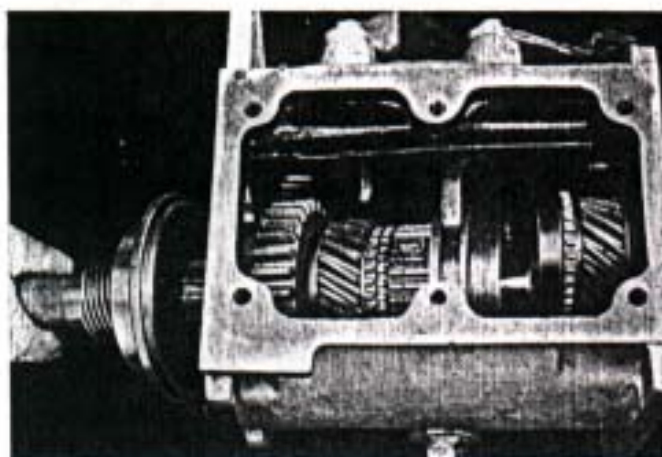

Fig. 113. — Instalando el conjunto del eje principal por la parte posterior de la caja. Caja Nacional para "Carabela", "Bergantín" y "Baqueano".
- 16') Montar el eje principal en la caja, introduciéndolo por la parte posterior de la misma. Para facilitar la conexión de las horquillas de cambios, desplazar el manguito del sincronizador hacia adelante y al engranaje desplazable de 1°, y M. A., llevarlo contra el engranaje de 2°, mientras que con una mano se conduce el eje principal para conectarlo con el engranaje de mando, con la otra mover las horquillas de cambios hasta ubicarlas en las canaletas correspondientes (Fig. 113).